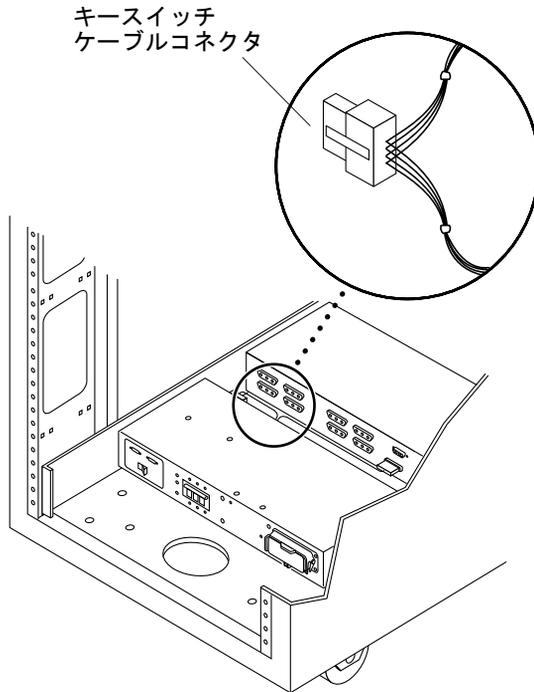

図 4-9 キースイッチのケーブルコネクタの位置
1. 電源シーケンサ背面近くのアダプタ / ケーブルコネクタから、キースイッチのケーブルコネクタを抜き取ります (図 4-9)。
3. 電源シーケンサ背面近くのアダプタ / ケーブルコネクタに、キースイッチのケーブルコネクタを接続します (図 4-9)。